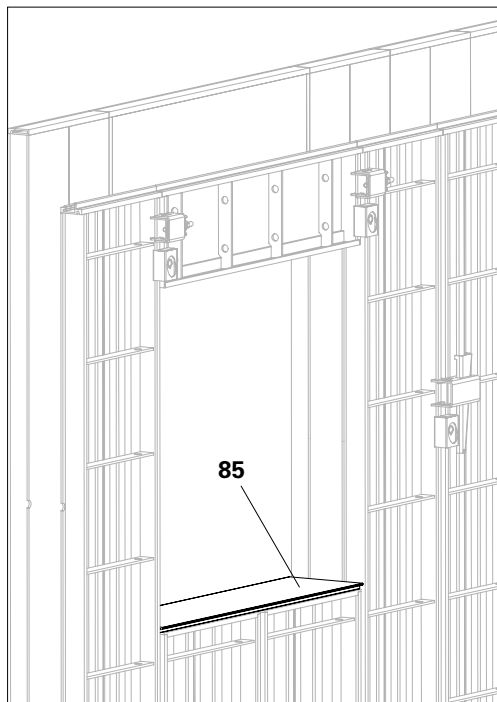

Fig. B4.08
1. Usare il profilo fermagetto UNO Plus (85) come cassaforma per soletta per l'apertura. (Fig. B4.08)